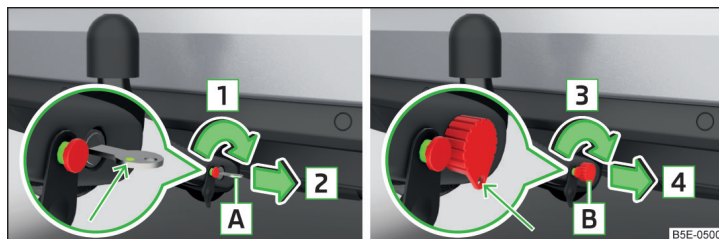

Fig. 179 Blocarea încuietorii: varianta de cheie 1 / varianta de cheie 2
- Rotiți cheia în sensul săgeții , în așa fel încât marcajul verde al acesteia să indice înspre în sus » fig. 179.
- Rotiți cheia în sensul săgeții , în așa fel încât inelul cheii să indice înspre în jos » fig. 179.